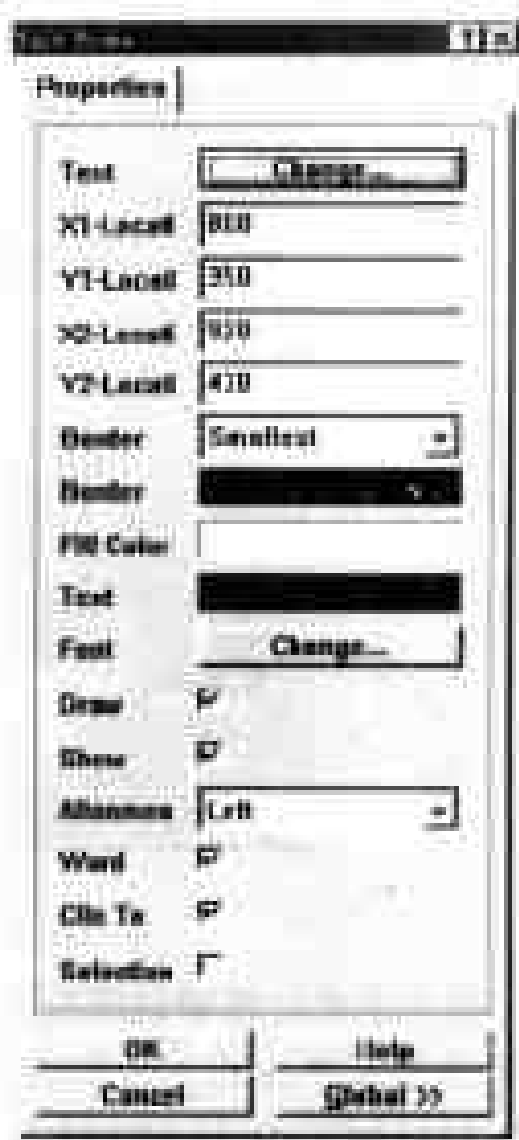
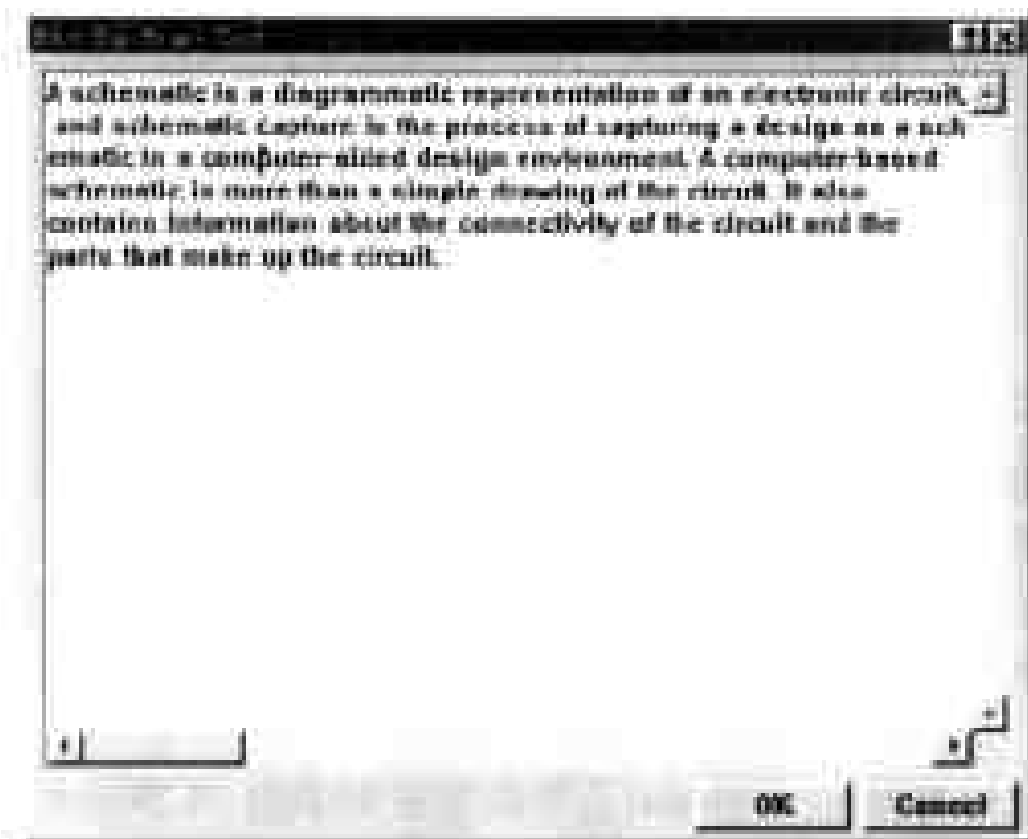
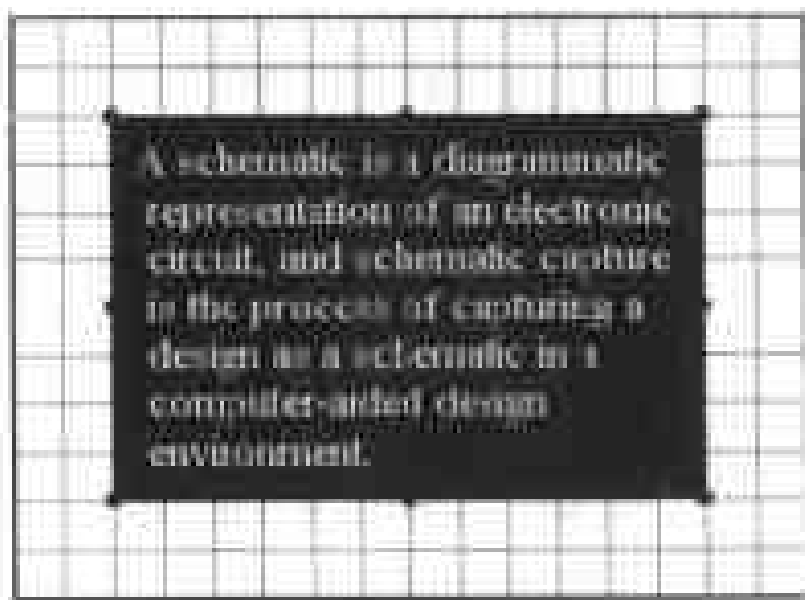

图 3-30 设置文本框的属性
图 3-31 输入文本框中的文本内容
图 3-32 编辑后的文本框
(3) 此时的文本框中还没有填入文本内容,如果用户需要在其中填入内容,或者修改文本框的属性,可以在图纸中双击文本框,即可弹出如图 3-30 所示的对话框。
(4) 在弹出的 Text Frame 对话框中,X1-Location 和 Y1-Location 两个选项输入框中给出了文本框左下角顶点的位置坐标,在 X2-Location 和 Y2-Location 两个选项输入框中给出了文本框右上角顶点的位置坐标,调整这 4 个选项输入框中的数值,就可以调整文本框的位置和大小。
(5) 单击对话框中的第一个 Border 选项的下拉列表框,在弹出的下拉列表中包含 Smallest, Small, Medium 和 Large 4 个选项,供用户设置文本框轮廓线的宽度。
(6) 单击第二个 Border 选项的颜色框,即可在弹出的 Choose Color 对话框中指定文本框轮廓线的颜色。单击 Show 复选框,则在图纸中的文本框周围显示出它的轮廓线。
(7) 单击 Draw 复选框,使文本框为实心的方框,然后单击 Fill Color 选项的颜色框,在弹出的 Choose Color 对话框中指定文本框的填充颜色为红色。
(8) 单击第二个 Text 选项的颜色框,在弹出的 Choose Color 对话框中设置文字的颜色为白色。单击对话框顶部第一个 Text 选项的 Change 命令按钮,弹出如图 3-31 所示的对话框,在此对话框中输入要填入文本框中的内容。(需要注意的是,在这个对话框中输入文本时,不具有自动换行的功能。图中为了显示文本内容,用 Enter 键进行了换行,实际使用时不必须换行。)
(9) 在文本框中输入文本后,单击 OK 命令按钮,返回 Text Frame 对话框。单击 Font 选项的 Change 命令按钮,在弹出的对话框中设置文本框中文字的字体、字体样式和大小等属性。
(10) 单击 Alignment 选项的下拉列表框,在弹出的下拉列表中提供了 Left, Center 和 Right 3 个选项,供用户设置文本框中文字的对齐方式,从中选择 Left 选项,设置文字左对齐。
(11) 单击 Word Wrap 复选框,使文字超出文本框的边界时,能够自动换行;单击 Clip To Area 复选框,使文本框中的文字与文本框的轮廓线之间留有一定的空隙。
(12) 设置好对话框中的各个选项之后,单击 OK 命令按钮,返回工作窗口,得到如图 3-32 所示的效果。由于在图 3-31 中输入的文本过多,图纸中的文本框显示不完全,只显示出了文本的前一部分。